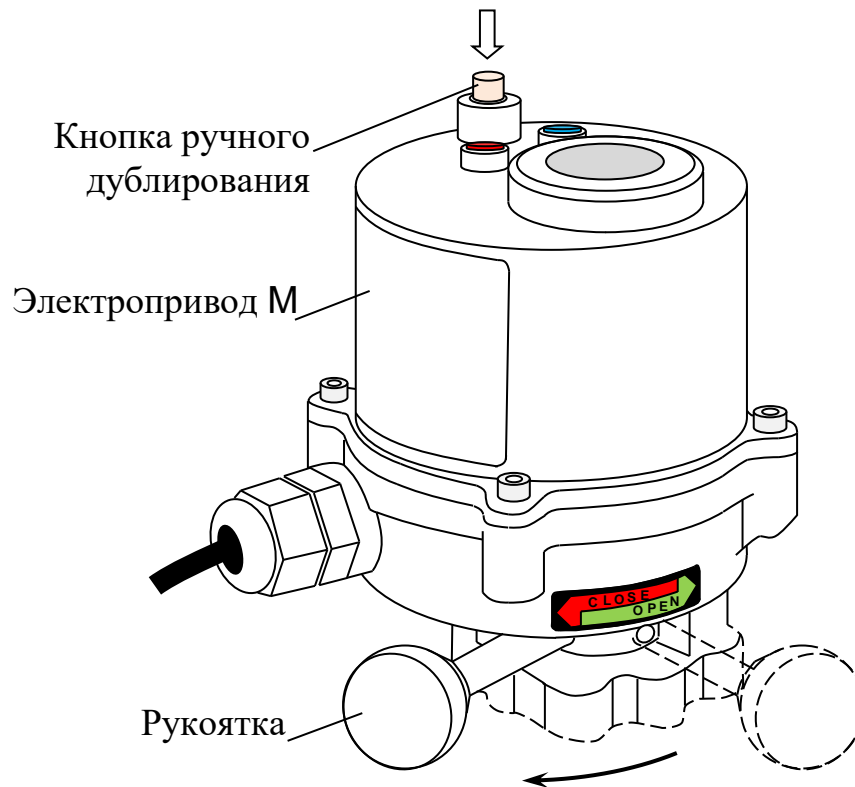

Рисунок 1.17 – Электропривод аварийного отсечного шарового крана с установленной рукояткой в положении «**CLOSE**»
- повернуть рукоятку по часовой стрелке, из положения «**OPEN**» в положение «**CLOSE**» (рисунок 1.17).